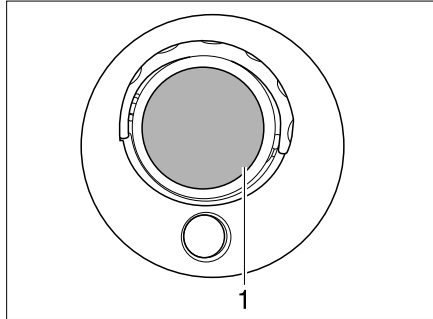

Bild 262 Halogenaufbauleuchte Fahrerhaus (I-Modell)
- Glasabdeckung (Bild 262,1) vorsichtig mit einem geeigneten Werkzeug (z. B. Schraubendreher) aushebeln und abnehmen.